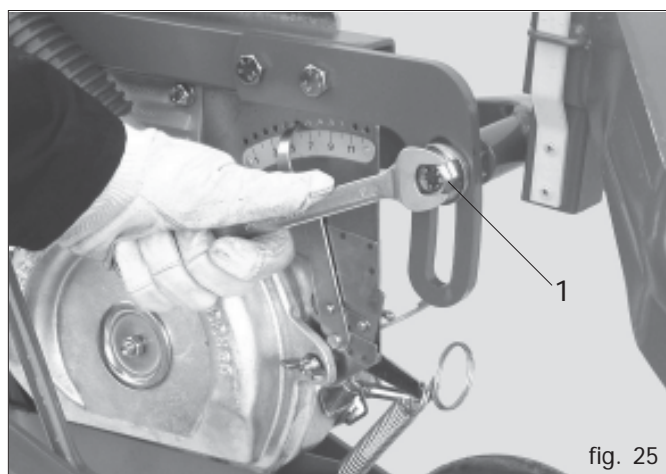

fig. 25
Dans la configuration des betteraves, contrôler que le balancier soit bien centré sur le sillon d'ensemencement; éventuellement, intervenir en réglant la vis (1) Figure 25.